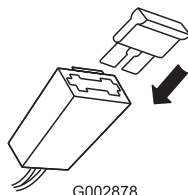

Figura 28
- Introduzca el fusible en el portafusibles (Figura 28).